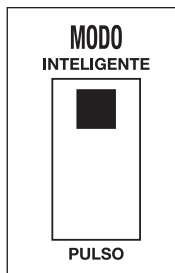

Figura 1: Selección de modo
El SmartPlus tiene un selector de "selección de modo" que permite dos modos de operación. Se puede seleccionar el modo "Pulso" o el modo "Inteligente" con el selector ubicado en la tarjeta de control electrónico montada en la base del capacitor (consulte la Figura 1). Una luz LED amarilla indica el modo que está seleccionado. Toda la operación es automática; no se requiere ajustar manualmente ni el temporizador ni la temperatura.
7. El SmartPlus se envía de la fábrica en modo "Inteligente". Para cambiar la bomba a modo "Pulso", retire los dos tornillos de la tapa del capacitor y quítela. Cambie la posición del selector en la tarjeta de circuito a "Pulso" (vea la Figura 1). Reinstale la tapa del capacitor y fíjela con los dos tornillos.